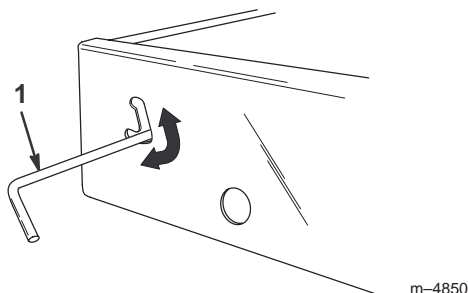

Figure 19
1. Poussez le verrou vers le haut de la fente découpée dans le châssis (Fig. 19).
3. Pour bloquer le plateau sur le châssis, poussez le verrou en bas de la fente (Fig. 19).